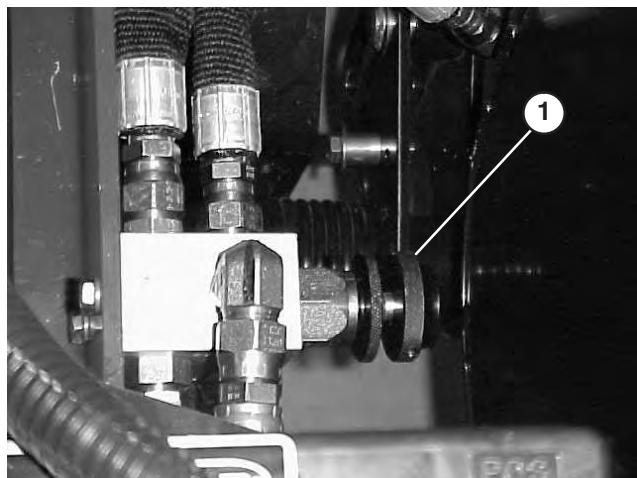

**Figure 62**
1. Localisez la valve située sur le côté droit du bloc de relevage (Fig. 62).